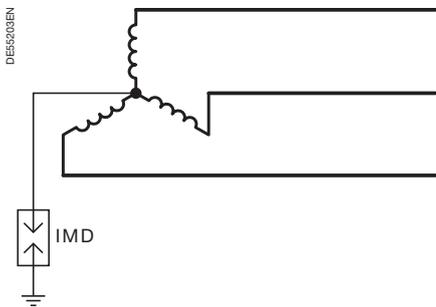

Fig. 6. Dispositivo de supervisión del aislamiento (IMD).
- Se debe supervisar de forma continua el aislamiento y un **dispositivo de supervisión del aislamiento** o una unidad de protección de desplazamiento de tensión de neutro (ANSI 59N) (fig. 6) debe indicar los fallos no corregidos aún.